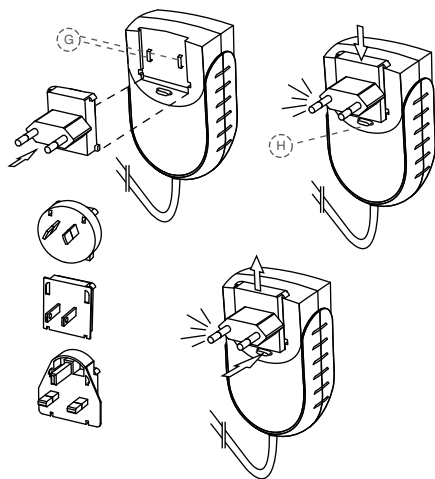

图 4 电源和适配器
1. 选择与您的电源相匹配的插头适配器 (如图 4)。
2. 将所需的插头适配器插到电源装置的两个触头 (图 4, G) 上, 并朝锁扣方向按压适配器 (图 4, H), 直到卡住适配器。更换插头适配器时, 必须按压锁扣。